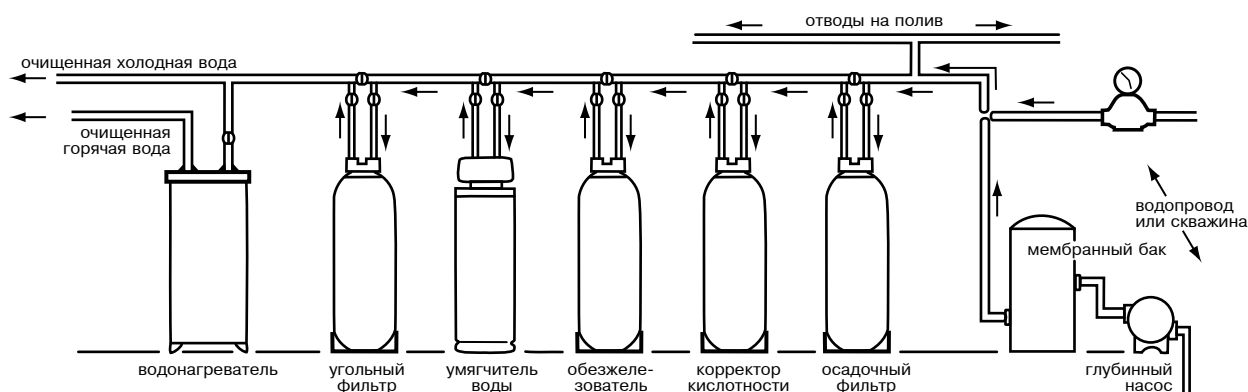

Рис. 3. Полная система очистки воды
2. При использовании другого оборудования для кондиционирования воды устанавливайте фильтр так, как показано на **рис. 3**.